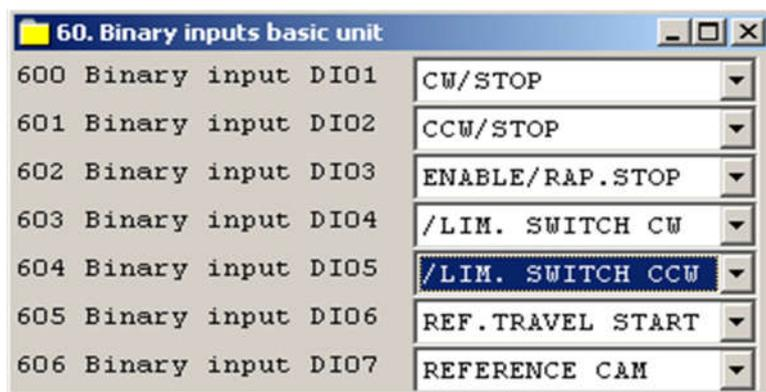

Рис. 42
В большинстве случаев машинный ноль определяется с использованием сигналов конечных выключателей и датчика 0-позиции, подключаемых к двоичным входам. При этом (см. Рис. 42):
1. С помощью двоичного входа, запрограммированного на функцию REF.TRAVEL START (см. Рис. 42);